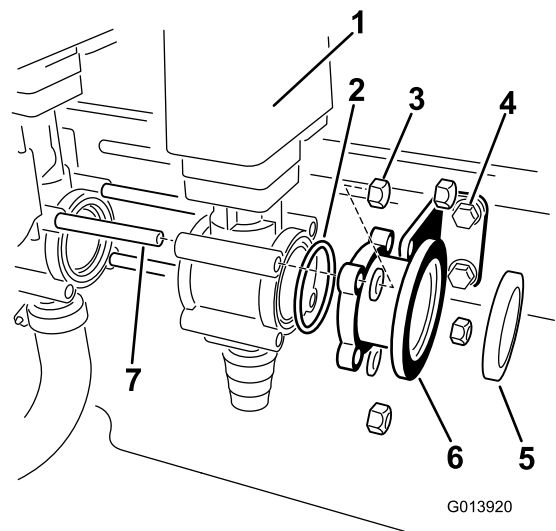

Рисунок 6
8. Установите уплотнительное кольцо из набора отдельных деталей на открытую сторону клапана эдуктора (Рисунок 6).